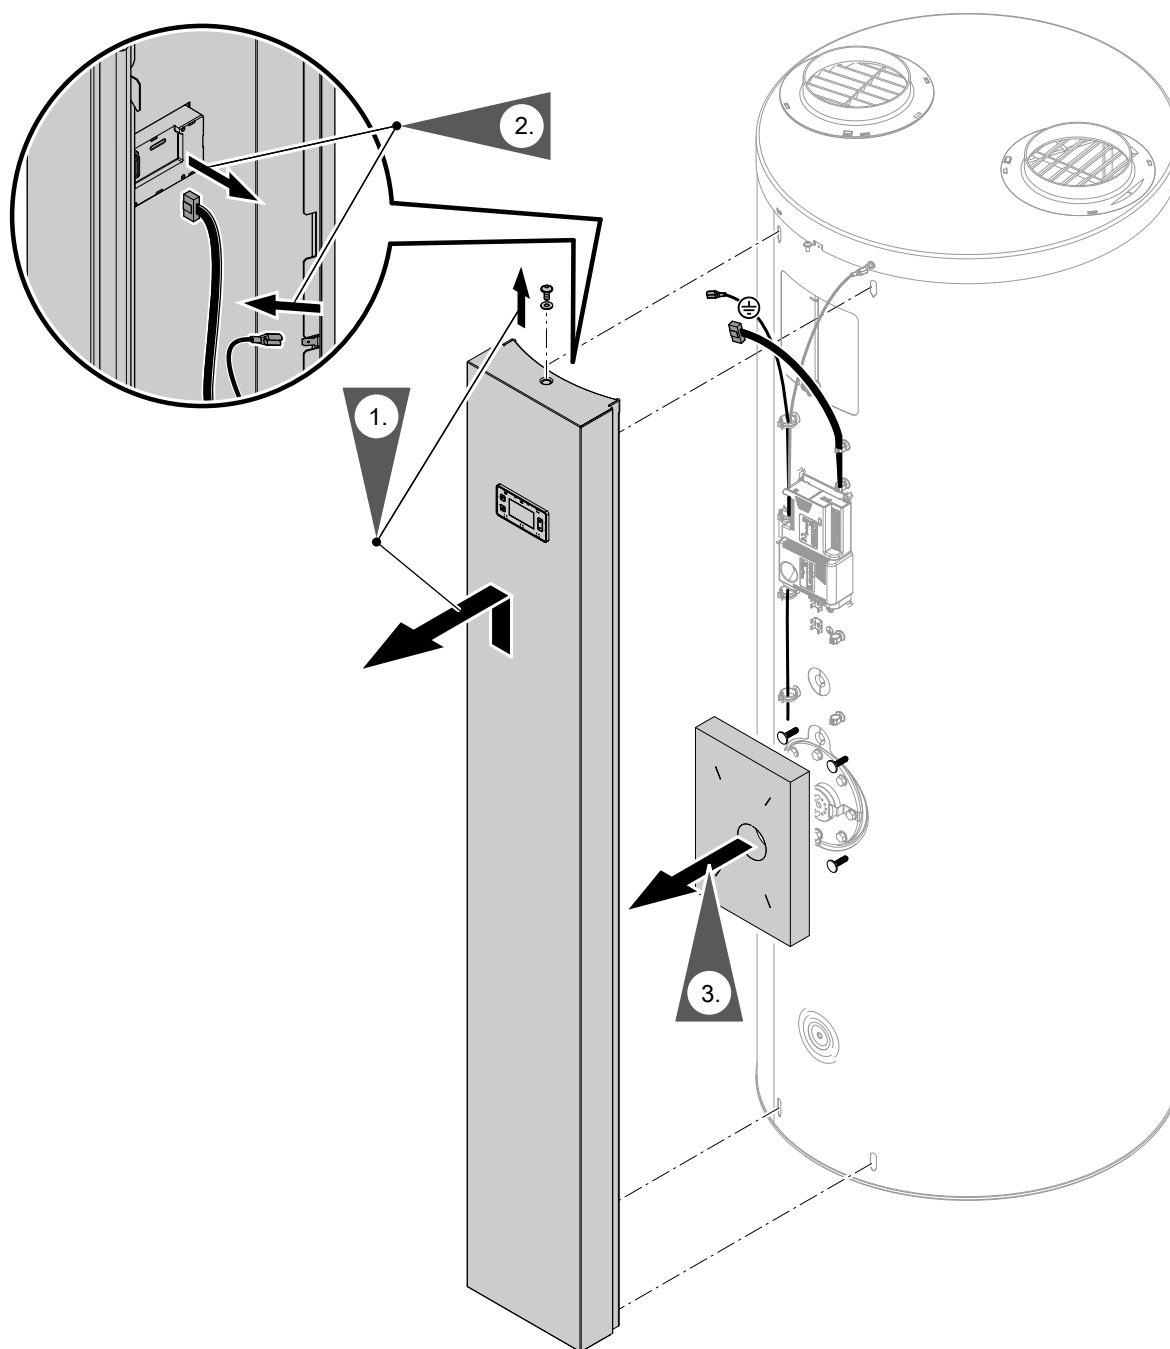

Fig. 28
3. Démonter le plastron de façade. Voir fig. 28.
- (A) Régulation de pompe à chaleur
- (B) Réarmement :
- (C) Bouton en bas : réarmé
- (D) Bouton en haut : verrouillé
2. Démonter le plastron de façade. Voir fig. 28, page 43.
3. Déconnecter tous les câbles électriques (B) de la régulation de pompe à chaleur (A).